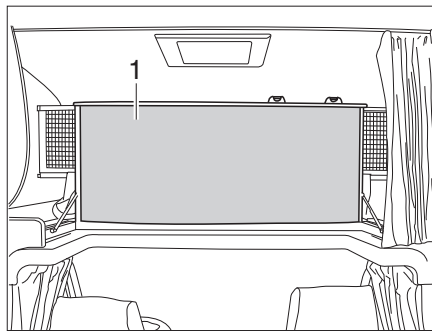

Fig. 150 Letto mansarda, ribaltato verso l'alto
- Ribaltare il letto mansarda (Fig. 150,1) verso l'alto, in avanti. Il letto mansarda viene mantenuto nella posizione superiore dalle molle a gas.